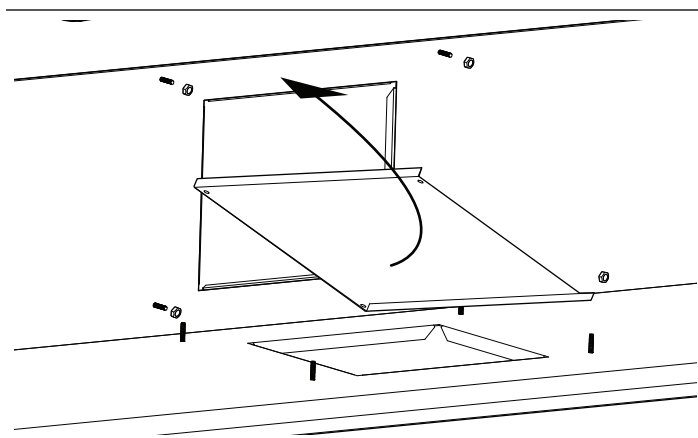

Figure 5 : Orientation du débouché
1. Pour modifier l'évacuation horizontale, placez le couvercle d'évacuation, illustré à la *Figure 5*, sur le dessus de la hotte. La plaque est maintenue en place par quatre (4) écrous hexagonaux de 3/8 po (9,5 mm).